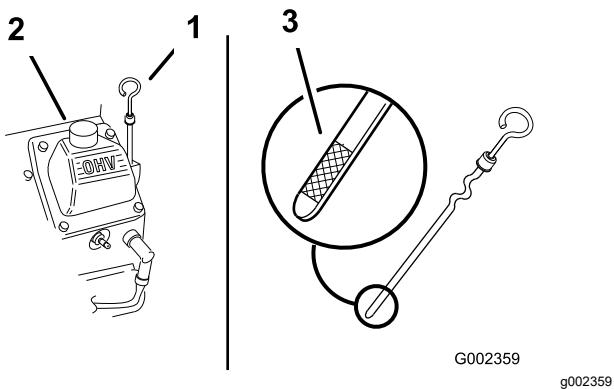

Figura 44
- Limpie alrededor de la varilla de aceite (Figura 44) para que la suciedad no pueda penetrar por el orificio de llenado y causar daños en el motor.
3. Retire la varilla, límpiela, y vuelva a colocarla, asegurándose de que quede bien asentada (Figura 44).
4. Retire la varilla y compruebe el nivel de aceite. El nivel del aceite debe encontrarse entre las marcas "F" (lleno) y "L" (bajo) en la varilla (Figura 44).
5. Si el nivel de aceite está por debajo de la marca "L" (bajo), retire el tapón de llenado (Figura 44) y añada aceite hasta que el nivel llegue a la marca "F" (lleno) de la varilla.